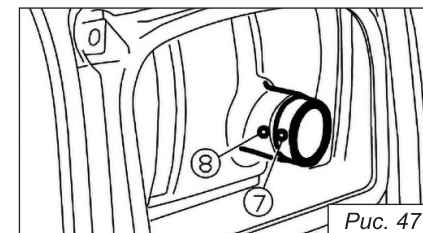

Рис. 47
5. Установите искрогаситель. Совместите выступ искрогасителя ⑦ с отверстием ⑧ в трубе глушителя, рис. 47.